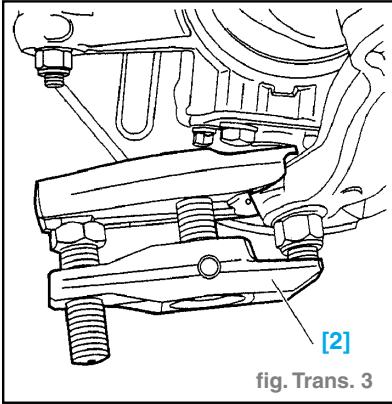

fig. Trans. 3
- Déposer l'écrou de rotule du bras inférieur. (fig. Trans. 3)
- Désaccoupler la rotule du bras inférieur à l'aide de l'outil (2). (fig. Trans. 3)